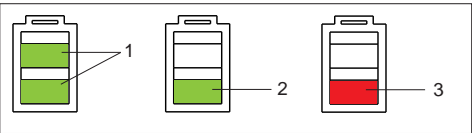

Fig. 10
- Read off battery charge on LED indicator (Fig. 10):
- 1 = min. strap tension approx. 400/900 N* (88/200 lbs.) (PP)
- Estado de carga del acumulador en el indicador LED (Fig. 10):
- Lire l'état de charge de l'affichage DEL (Fig. 10):
- 1 = force de tension minimale env. 400/900 N* (PP)